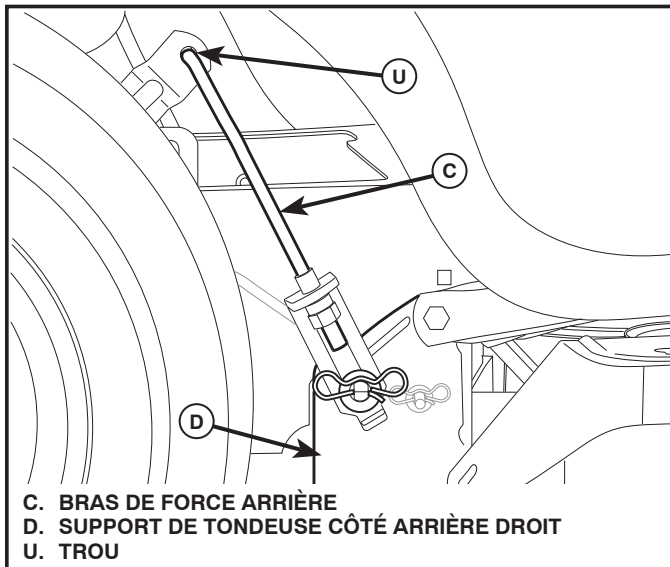

Fig. 32
7. ATTACHER LES BRAS DE FORCE ARRIÈRE (C) (Voir la Fig. 32)
- Insérer l'extrémité de la tige du bras de force arrière (C) dans le trou (U) du bras de suspension d'arbre et pivoter le bras vers le bas de la tondeuse.
- Lever le coin arrière de la tondeuse et placer la fente dans le bras sur la goupille sur le support arrière de la tondeuse (D) et fixer avec une grande rondelle et un grand ressort de retenue.